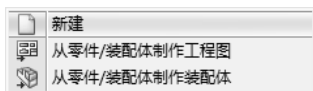

图 8-74 【新建】 下拉菜单
- [1] 单击快捷工具栏上的【新建】 下拉菜单，如图 8-74 所示，选择【从零件/装配体制作工程图】.